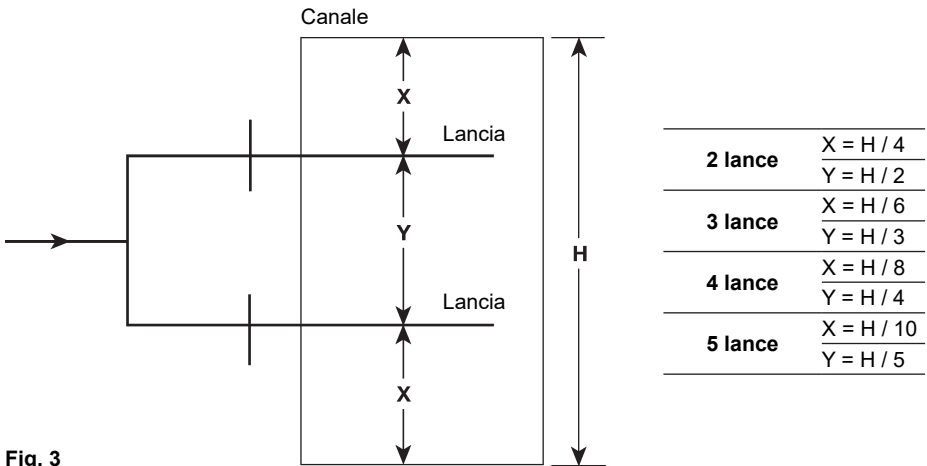

Fig. 3
- 3.2.6** Nei sistemi multi-lancia le lance devono essere assiemate in modo tale che ci sia una distribuzione equamente distribuita su tutta l'area di sezione del condotto come mostrato a fig. 3. Si dovrà prestare una particolare attenzione alla posizione dell'alimentazione vapore principale rispetto le tubazioni di interconnessione, vedere le fig. 5, 11, 12 e 13.
- 3.6.3** Per la migliore garanzia che non ci siano problemi di condensazione del vapore nella condotta e per ottenere la minima distanza di assorbimento, le lance dovranno essere posizionate come mostrato nella Fig. 3.